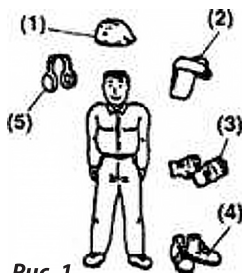

Рис. 1
6. Во время работы триммера используйте следующую одежду и средства защиты (рис.1.)